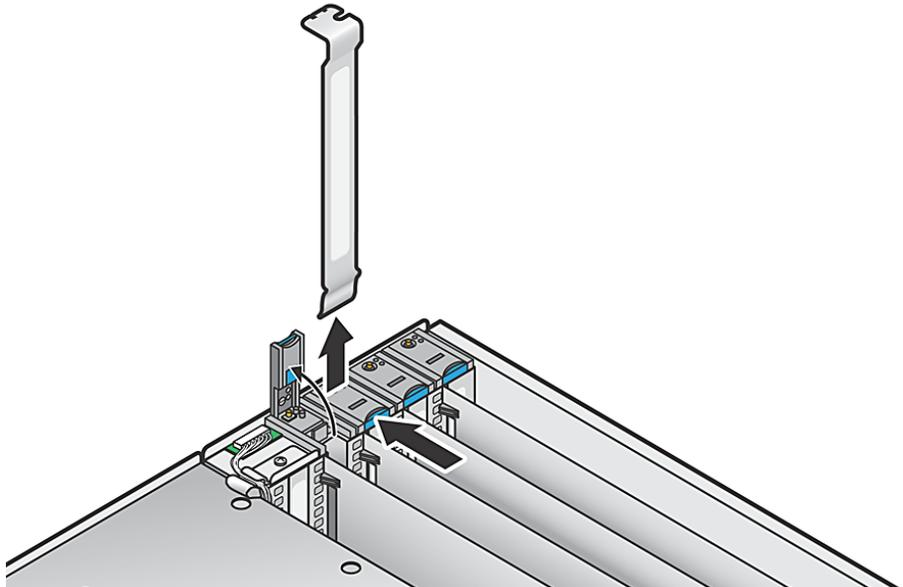

FIGURE 4-5 Retrait ou installation d'une carte PCI dans un connecteur vertical à MRL
- Si vous remplacez une carte dans un connecteur pourvu d'un MRL (*Mechanical Retention Latch*), appuyez sur le bouton à l'extrémité du MRL et soulevez le rabat du MRL (voir FIGURE 4-5).